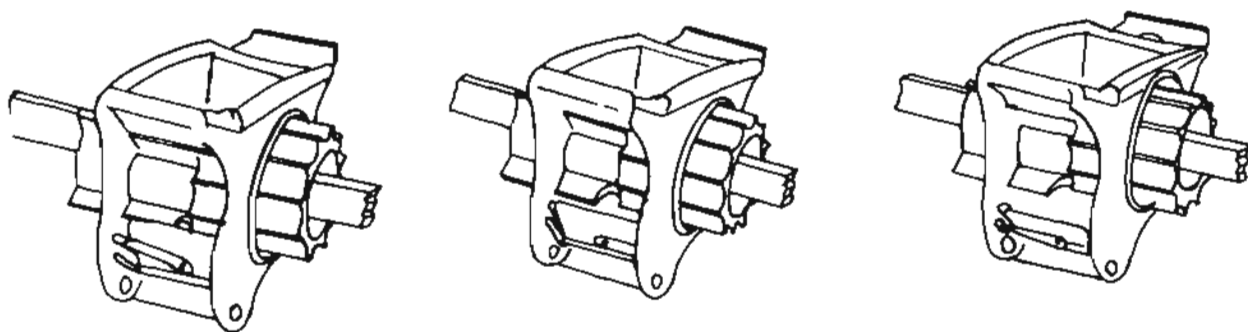

Fig. 5
De esta manera la descarga de semilla se puede controlar, variando la exposición del rodillo y por tanto del obturador. La mayor parte, no todas las sembradoras de alimentador acanalado, tienen compuertas ajustables (fig. 5) y aldabas en la posición inferior de la copa de las semillas que ayudan a regular el tamaño de la abertura o descarga.
- Ajuste de compuertas o trabas a una de las tres posiciones (fig. 5).